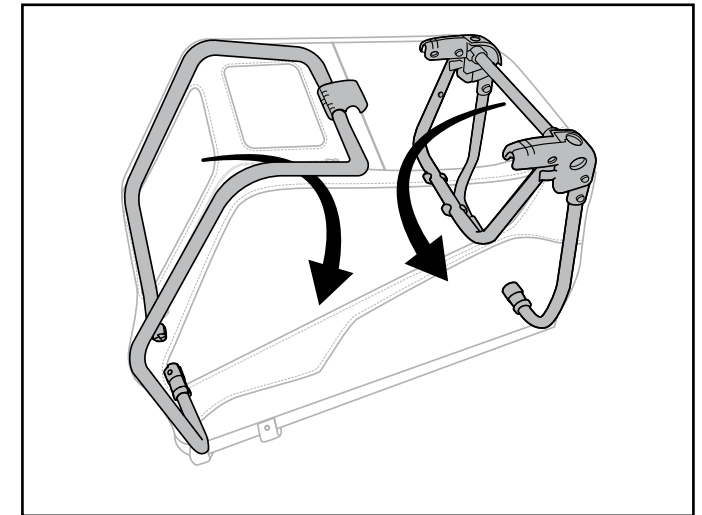

Abbildung 10
4. Den hinteren Rahmen nach unten klappen, dann den vorderen Rahmen (Bild 10).